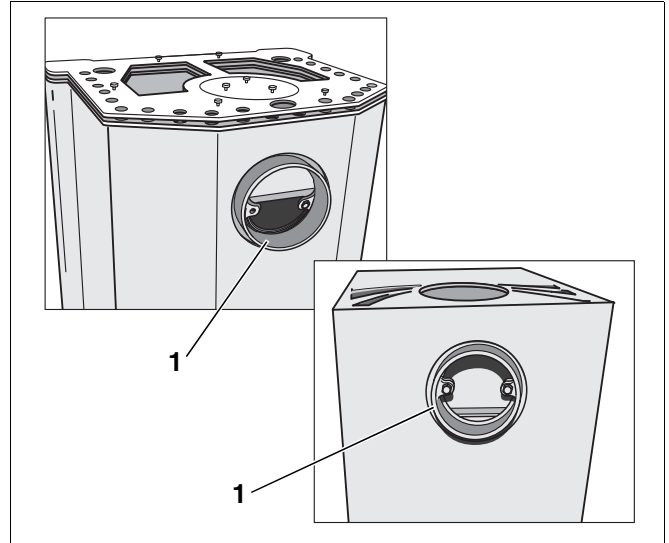

Abb. 8 Abgasanschluss Rückseite – Abgasstutzen (links blueline 4 und rechts blueline 5)
- Abgasstutzen am Abgasanschluss Rückseite montieren (Abb. 8, **Pos. 1**).